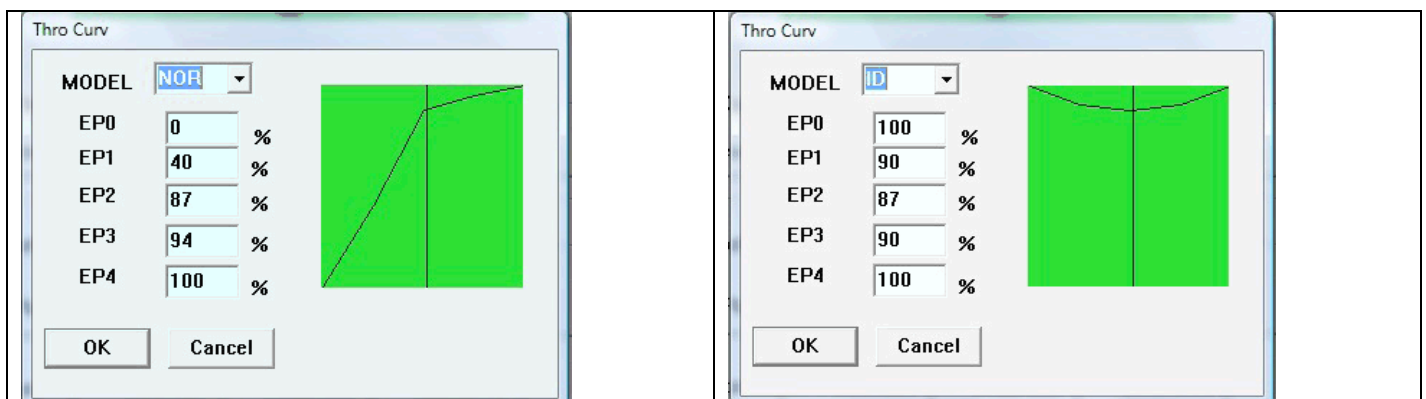

Fig. 20
La línea vertical es el acelerador de la radio. Mueva el palo y observar el movimiento de línea vertical a través de la gráfica. En los gráficos por encima de la curva, el acelerador punto medio es del 87% para el modo Normal y el modo de espera hasta (Fig. 20). Con la configuración de las curvas de esta manera, el SW (B) el interruptor no tendrá un efecto dramático cuando se activa o desactiva el acelerador punto medio.